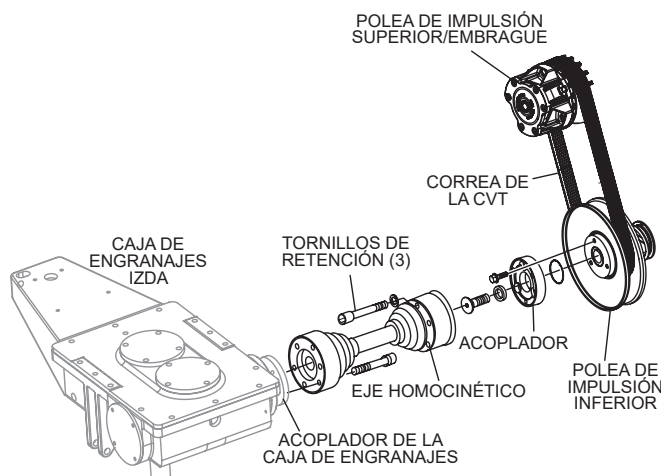

Figura 34. Quite el eje homocinético del lado izquierdo
2. Desconecte el eje de la junta homocinética del lado izquierdo de la caja de engranajes del lado izquierdo y del acoplador de la polea de impulsión inferior. Vea la Figura 34.